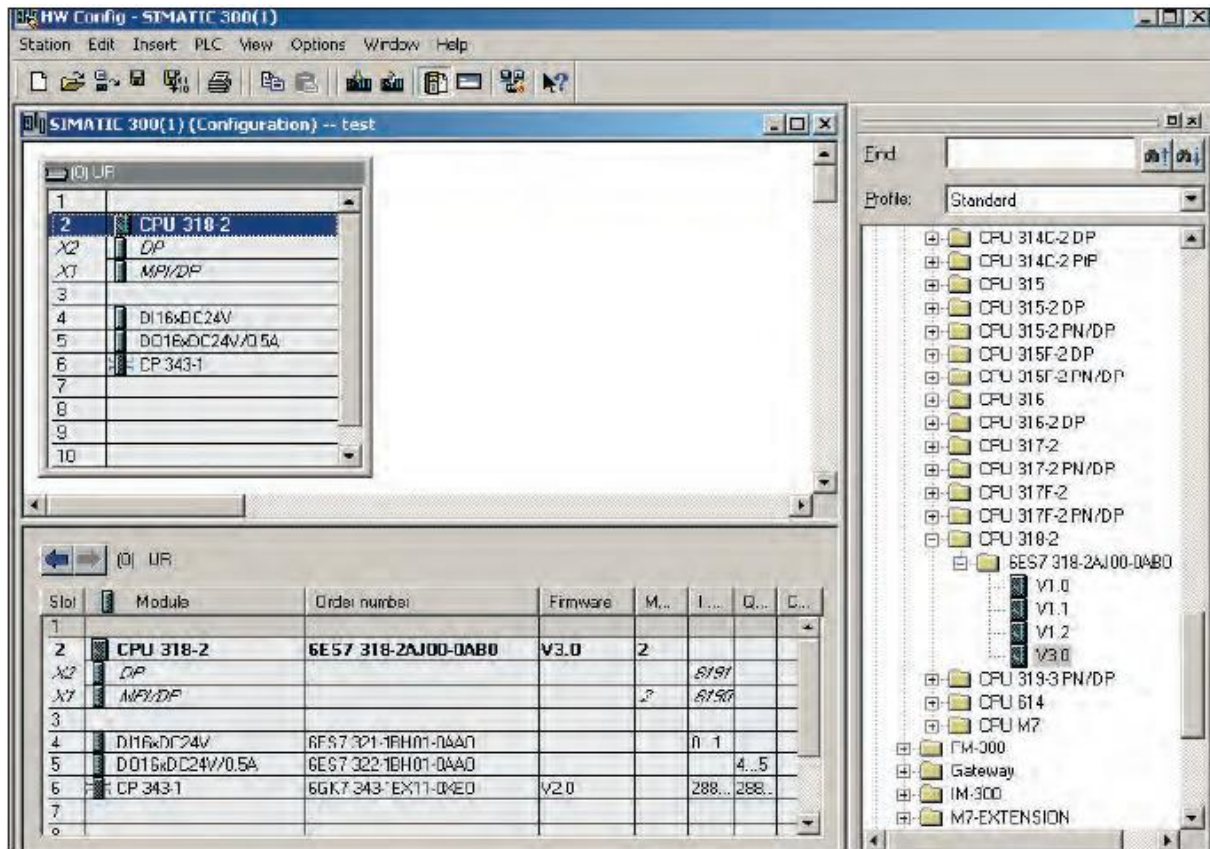

Рис. 4. Конфігурація Ethernet\_інтерфейсу для ПЛК серії 300S SPEED7
1. У новому проекті при конфігурації рейки 300 оберіть модуль CPU 318 Siemens (6ES7 318\_2AJ00\_0AB0, V3) з бібліотеки **Hardware Catalog**, як показано на рис. 4, а також модуль комунікаційного процесора CP343\_1 (6GK 343\_1EX11\_0EX0). Останній є віртуальним і дозволяє визначити інтегрований у ЦПУ SPEED7 інтерфейс Ethernet із двома каналами PG. Модуль CP 343\_1 повинен завжди слідувати наприкінці списку, після всіх існуючих модулів (виключенням є ситуація, описана в пункті 4 цього розділу). У прикладі використовуються ще два модулі: DI 16 (дискретного вводу) і DO 16 (дискретного виводу).